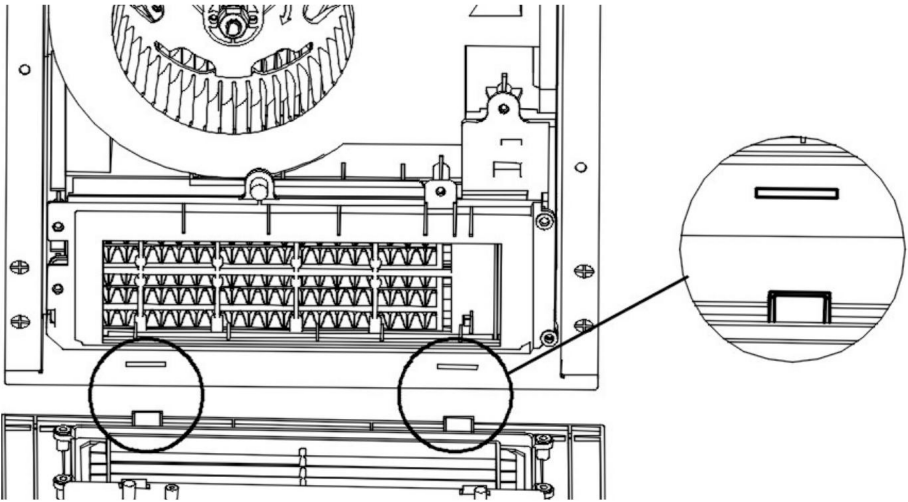

Fig.8.
9. Alignez les deux clips de la grille avec les fentes du boîtier du ventilateur et enclenchez-les. (Voir la Fig. 8.)